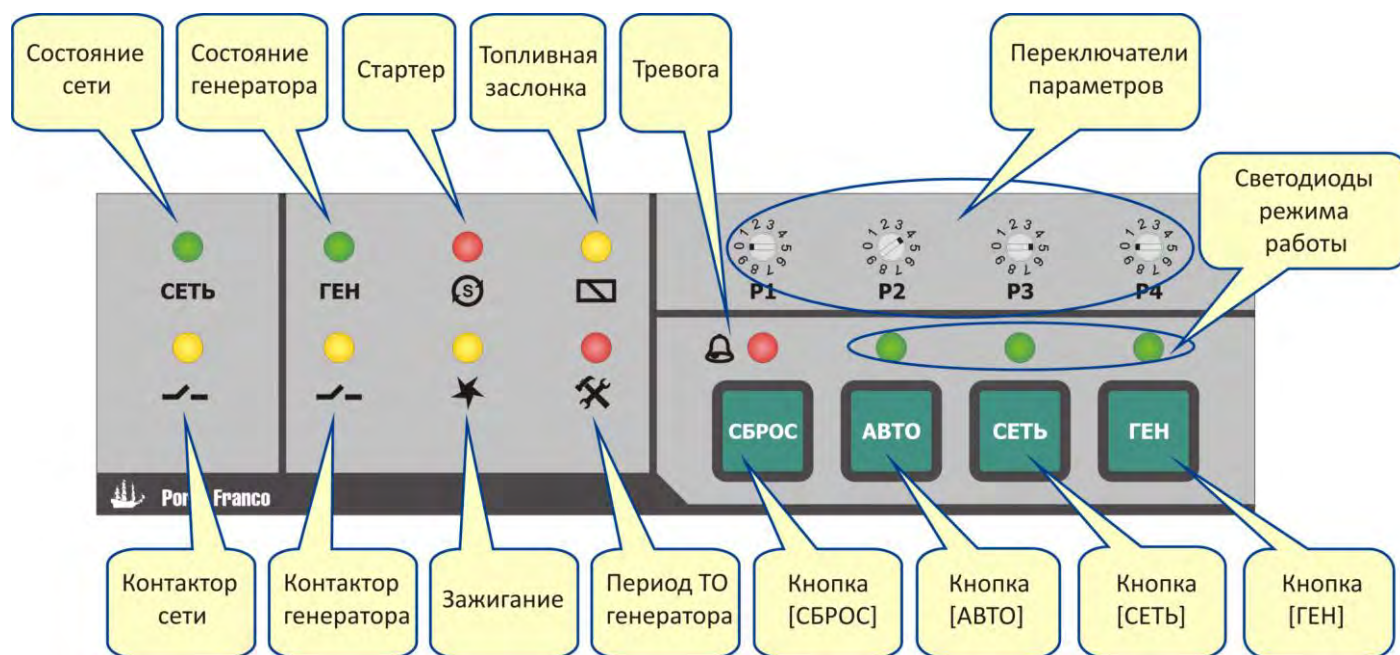

Рис. 5.2. Элементы индикации и управления
На передней панели контроллера расположены следующие элементы индикации (рис. 5.2):
5.3.2 Три светодиода режима работы (рис. 5.2) расположены над соответствующими кнопками выбора режима. Текущий режим работы контроллера индицируется непрерывным зелёным свечением соответствующего светодиода.
5.4.1 На передней панели контроллера (рис. 5.2) расположены следующие элементы управления:
5.5.1 Выбор режимов «Авто», «Сеть», «Генератор» осуществляется нажатием соответствующей кнопки на передней панели контроллера (рис. 5.2).
5.6.1 Переключатели параметров (рис. 5.2) позволяют выполнить настройку четырёх параметров контроллера, которые представлены в таблице 5.2. Соответствие положения переключателя значению параметра представлены в таблицах 5.3–5.6.